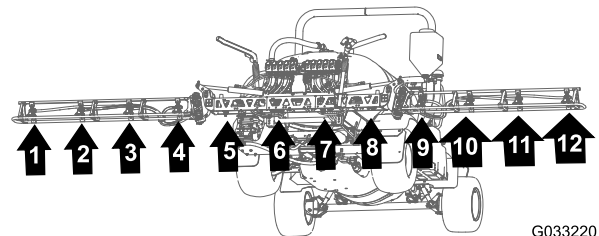

Figure 106
1. Faites passer les flexibles des buses de pulvérisation 1, 2, 3 et 4 dans le collier en R sur l'extrémité extérieure gauche de la section de rampe centrale (Figure 106 et Figure 107).
sur l'extrémité extérieure droite de la section de rampe centrale (Figure 106 et Figure 107).
3. Acheminez les flexibles d'alimentation de 279 cm et les anneaux cannelés (3/4") le long de la section de rampe vers les buses de pulvérisation 1 et 10, comme montré à la Figure 106 et la Figure 107.
4. Acheminez les flexibles d'alimentation de 234 cm et les anneaux cannelés (3/4") le long de la section de rampe vers les buses de pulvérisation 2 et 9, comme montré à la Figure 106 et la Figure 107.
5. Acheminez les flexibles d'alimentation de 188 cm et les anneaux cannelés (3/4") le long de la section de rampe vers les buses de pulvérisation 3 et 8, comme montré à la Figure 106 et la Figure 107.
6. Acheminez les flexibles d'alimentation de 188 cm et les anneaux cannelés (3/4") le long de la section de rampe vers les buses de pulvérisation 4 et 7, comme montré à la Figure 106 et la Figure 107.